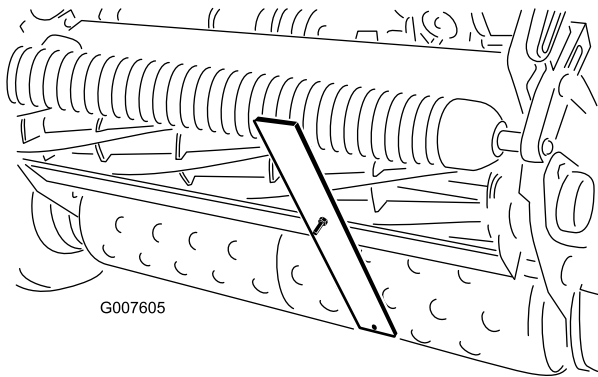

Figura 53
4. Enganche la cabeza del tornillo sobre el filo de la contracuchilla y apoye el extremo trasero de la barra sobre el rodillo trasero (Figura 53).